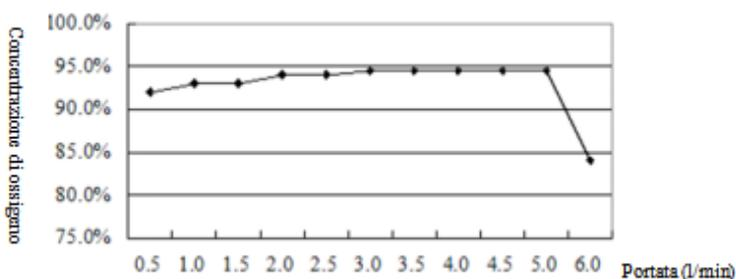

Figura 2
- 9) Rumorosità di funzionamento:  $\leq 55$  dB (A), con una portata di 5 L/min
- 10) Con una pressione di uscita nominale di 0, il diagramma funzionale per la concentrazione di ossigeno e il flusso è mostrato come in Figura 2: